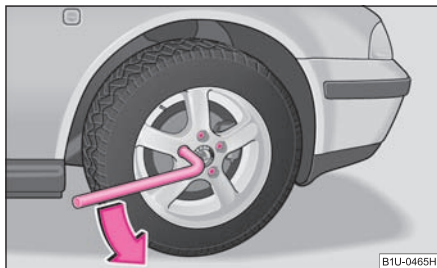

Fig. 163 Cambio de rueda:
- Coja la llave por el extremo* y gire el tornillo aproximadamente **una** vuelta hacia la izquierda ⇒ fig. 163.